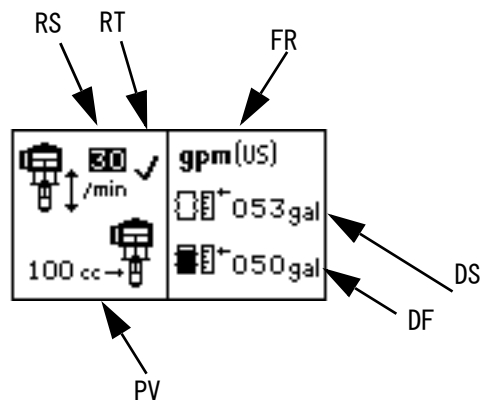

図 22: セットアップ画面 1
セットアップ画面 1 では、暴走サイクル率 (RS) の設定、暴走保護 (RT) の有効/無効の切り替え、サイクルごとのポンプ容量 (PV) の選択し、吐出単位 (FR) の選択、ドラムサイズ (DS) の入力し、ドラム充填容量 (DF) の入力が行えます。図 22 を参照してください。
✎ 暴走保護が有効になっているとき (RT)、セットアップ画面に 3 が表示されます。図 22 を参照してください。
暴走の監視を無効にするには、設定モードで暴走設定の値を 0 にするか、RT のチェックを外します。図 22 を参照してください。